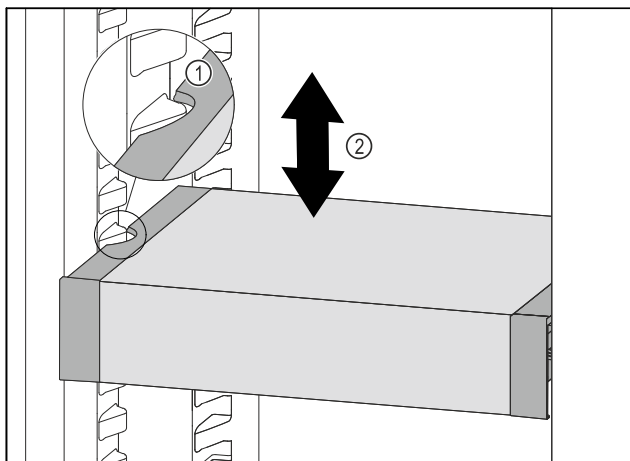

Fig. 88
- Tirer le VarioSafe vers l'avant jusqu'à ce que les encoches latérales du VarioSafe soient à la hauteur de la nervure du bac dans la partie réfrigérateur. Fig. 88 (1)
- Déplacer le VarioSafe vers le haut ou vers le bas dans la partie réfrigérateur jusqu'à ce que la hauteur souhaitée soit atteinte. Fig. 88 (2)